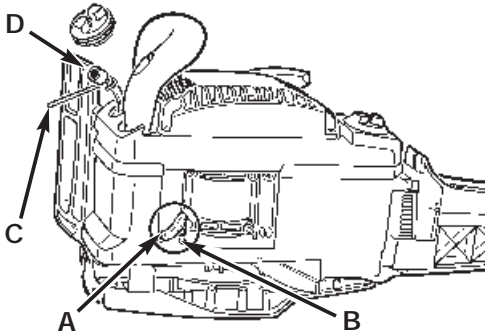

Fig. 33
1. Desconecte la manguera del aceite (A) de la conexión de la bomba de aceite (B).
2. Use un alambre con gancho (C) y jale el filtro de aceite (D) del tanque. Retire el filtro y manguera completamente.
5. Corte la manguera a la longitud adecuada y presiónela sobre la conexión de la bomba de aceite (Fig. 33).